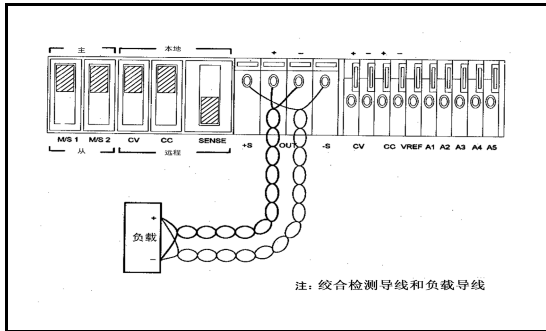

图 5，远程电压检测
**远程检测连接。**远程检测需要更改后面板开关的设置，将负载导线从“+”和“-”输出端子连接到负载，并将检测导线从 +S 和 -S 端子连接到负载，如图 5 所示。